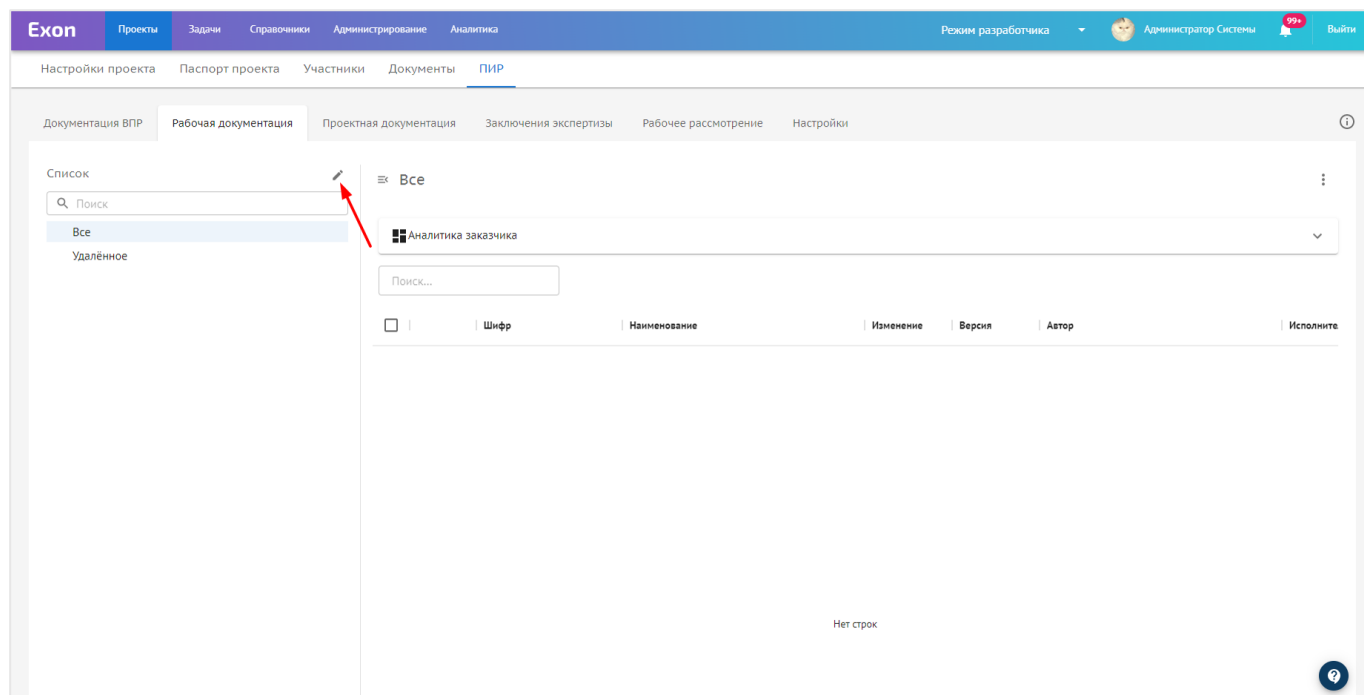

Рис. 2 - Карандаш для редактирования
1. Нажать на «Карандаш» в окне интерфейса вкладки рабочей документации (рис. 2);